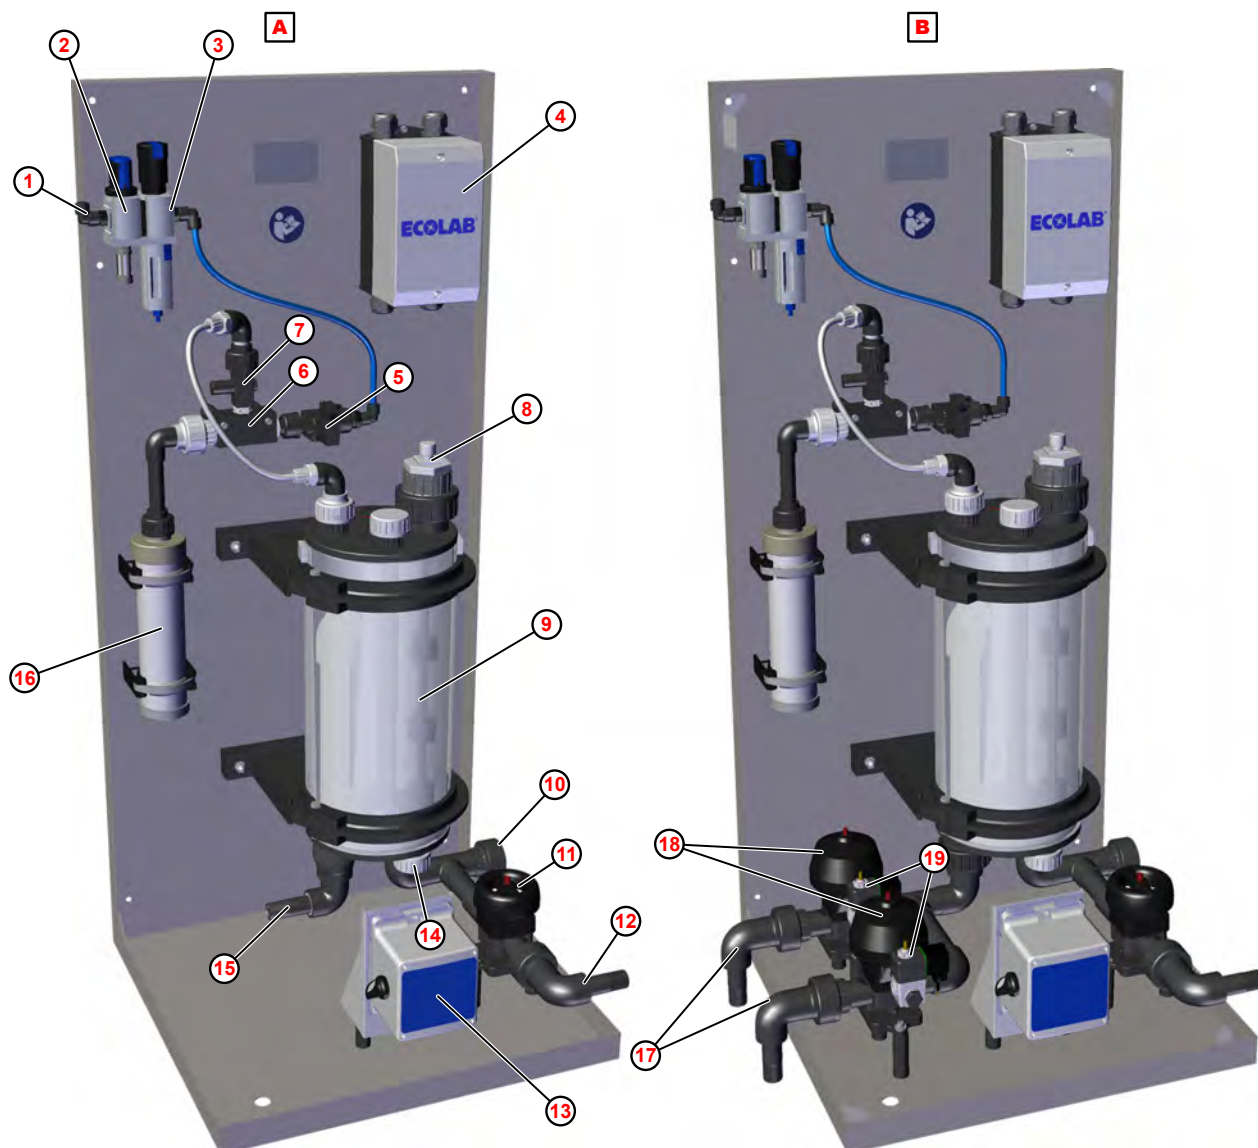

Fig. 1 : Structure (A = Connexx Basic, B = Connexx Switch))
Alimentation en air comprimé Une alimentation en air comprimé est nécessaire pour l'injecteur Fig. 1, ⑥ et pour la commande des vannes d'inversion ⑲.
Trois raccords se trouvent au fond du réservoir à siphon. Dans le cas du système Connexx Basic A, le flexible en PVC (19/27 mm) est raccordé directement au raccord de gauche Fig. 1, ⑮ et dirigé vers le dispositif d'accouplement Click & Plug.